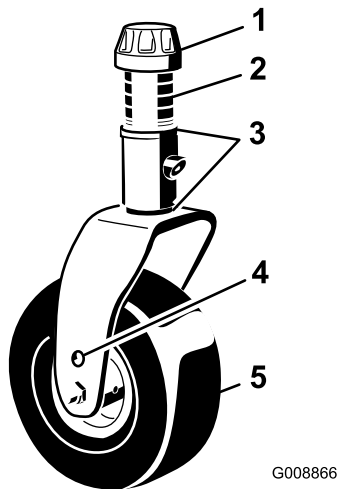

Figura 20
5. Retire el casquillo tensor del eje y deslice el eje fuera del brazo de la rueda giratoria (Figura 20).